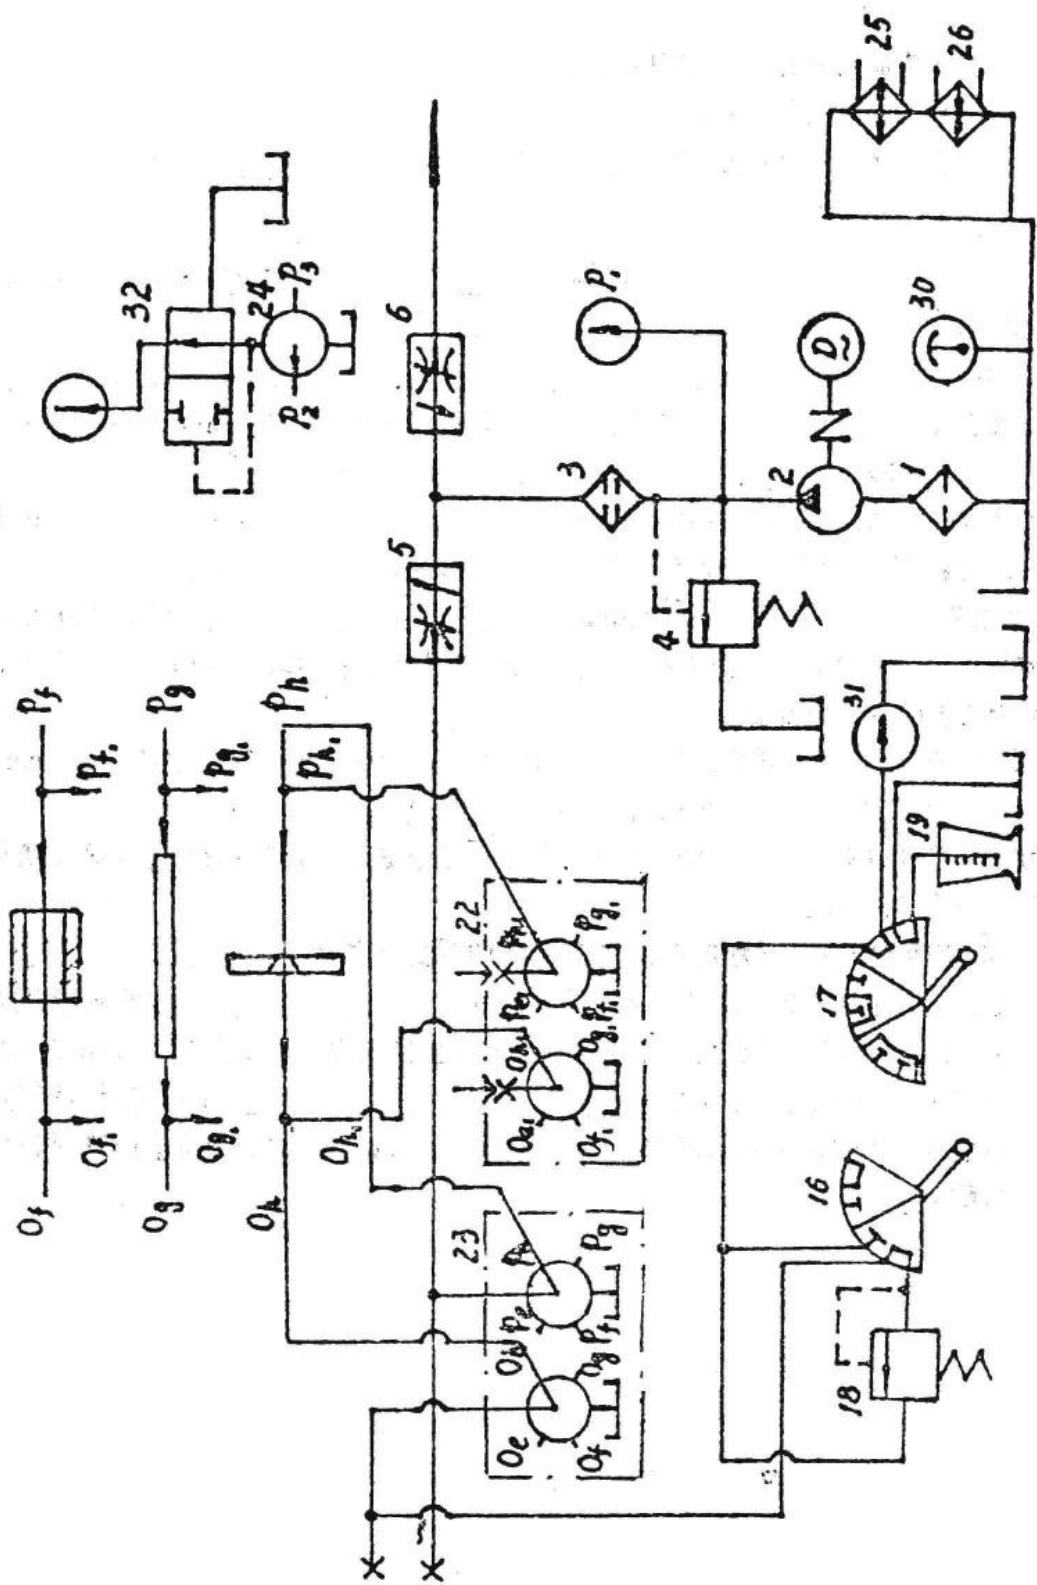

图 2-1
三、实验装置及液压系统原理图 (见图 2-1)
2、慢慢打开调速阀 5, 油经阀 5 到达_____阀, 阀_____将压力油依次分配到薄壁小孔、细长小孔和短孔等, 各路回油也由此阀集中后, 通到_____通转阀_____ (不过经背压阀 18) 及通转阀_____流至流量计 31, 然后回油箱, 其他手柄全部关闭 (注: 在记录数据前先将各液阻通油两分钟左右, 此时流量不宜过大), 与本系统无关的一些阀和手柄在图 2-1 中未画出。